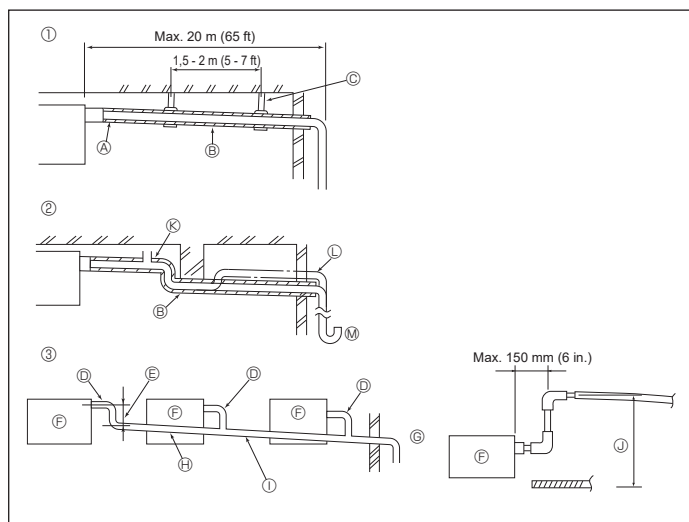

Fig. 6-1
6.1. Mise en place du tuyau d'écoulement (Fig. 6-1)
- ① Tuyauterie correcte
- ② Tuyauterie incorrecte
- Ne pas placer de tuyau surélevé sur la tuyauterie. ①
- ③ Mise en place groupée des tuyaux